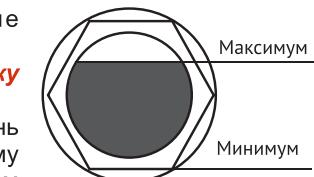

Рис. 3
9.4.Перед запуском компрессора проверьте уровень масла в картере, он должен соответствовать среднему значению, между максимальным и минимальным уровнем в контрольном окне уровня масла (рис.3).
-снять использованный ремень, очистить ведущий (рис.5 поз.3) и ведомый (рис.3 поз.2) шкивы от загрязнений;